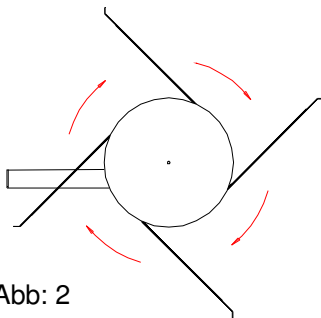

Abb. 2
8.) Die Federarme am Rührwerk montieren. Das Rührwerk dreht im Uhrzeigersinn (Abb. 2). Die längsten Federarme gegenüber montieren. Die Federarme (I) (Abb.4) müssen 15-20 mm über der Entnahmeschnecke laufen. Die Schrauben (H) (Abb.4) an den Federarmen nicht festziehen. Die Füße (J) (Abb.4) am Rührwerk müssen so eingestellt werden, dass der längste Federarm ca. 3-4 cm (K) (Abb.4) über dem Boden läuft.